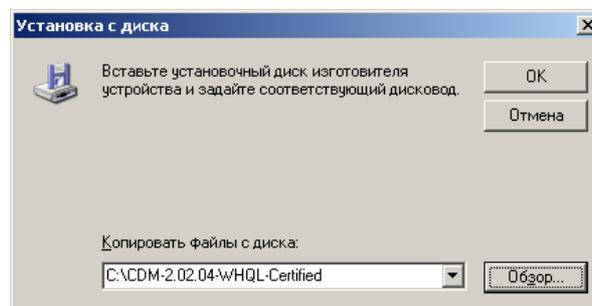
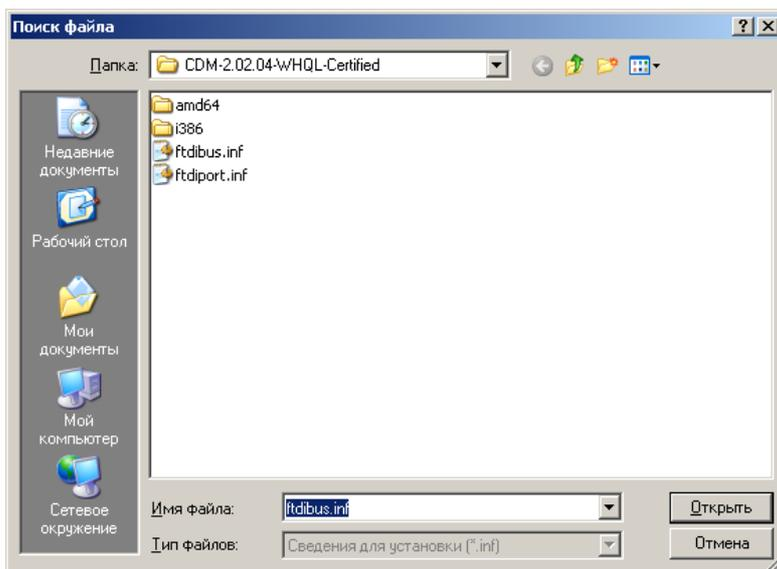

Рис.14. Окно установка драйвера с диска
Рис.15. Выбор директории драйверов.
7) В окне нажать кнопку **"Установить с диска"**. Появится окно выбора исходного места копирования файлов драйверов (рис.14). Нажать на кнопку **"Обзор"** для выбора директории с драйверами тахометра.
8) В появившемся окне выбора файлов (рис.15) перейти в корень директории драйверов тахометра (по умолчанию драйвера находятся в папке C:\Program Files\ДО-03) и нажать кнопку **"Открыть"**. Снова появится окно установки с диска (рис.14), в которой нажать кнопку **"ОК"**.